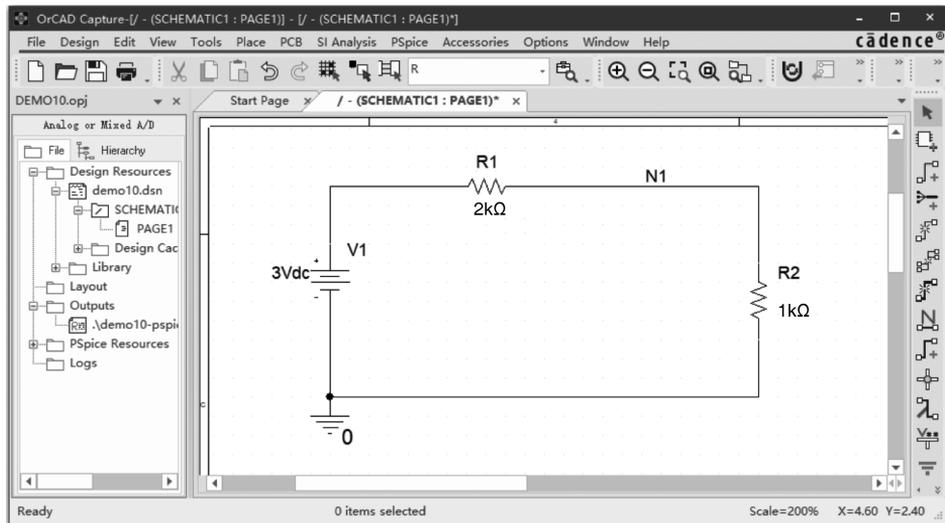

图 4.119 温度分析仿真原理图
(1) 绘制原理图。调用元器件,并编辑元器件属性,将电阻 R2 的温度系数 TC1 设为 0.2、TC2 设为 0.01,绘制好的原理图如图 4.119 所示。